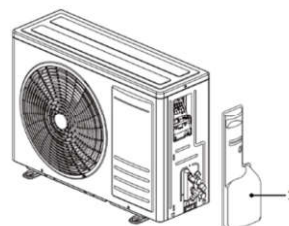

fig. 23 -
1. Verwijder het zijpaneel (deel 1 - "afb. 23 -").